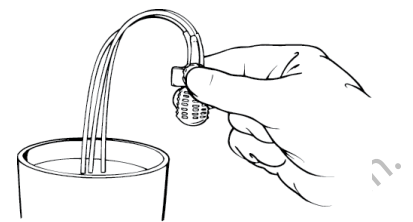

Abbildung 4-8
2. Die drei Schlauchenden der Pumpe in sterile Kochsalzlösung eintauchen (**Abbildung 4-8**).